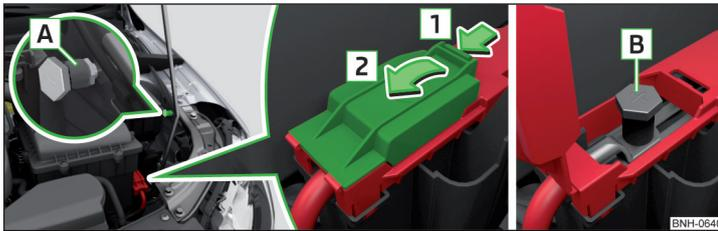

Fig. 246 Punto de masa y polo positivo en vehículos con la batería del vehículo en el maletero
El polo positivo **B** se encuentra debajo de una cubierta en el área del motor » fig. 246.
- Sujete la pinza del polo positivo del cable de ayuda de arranque en la posición **B** » fig. 246.